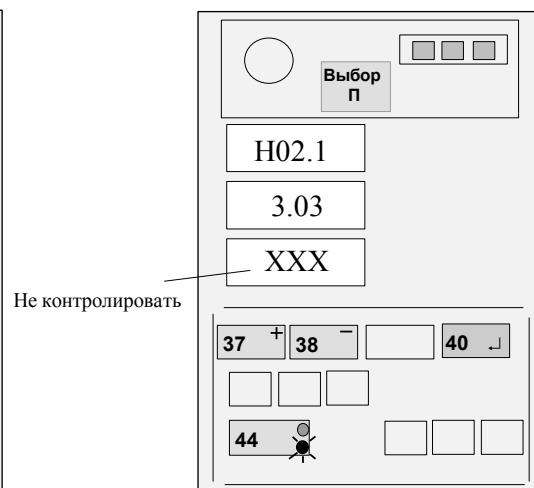

Рисунок 14
4.5.6.4 Нажимая кнопки "+" (37) и "-" (38), набрать на среднем ИЖЦ значение вылета, указанного в правом столбце таблицы 4 (см. рисунок 14) для установленного значения вылета по рулетке.
4.5.6.5 Нажать на время 1 с кнопку "↓" (40) и, проконтролировав короткий звуковой сигнал, отпустить кнопку (см. рисунок 14).